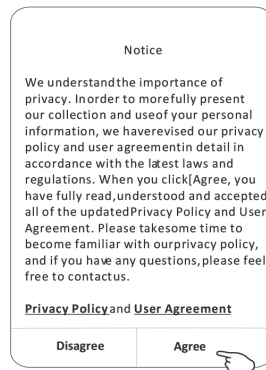

Рис. 9.
3. Ознакомьтесь с Политикой конфиденциальности и нажмите «Согласен» (рис. 9).